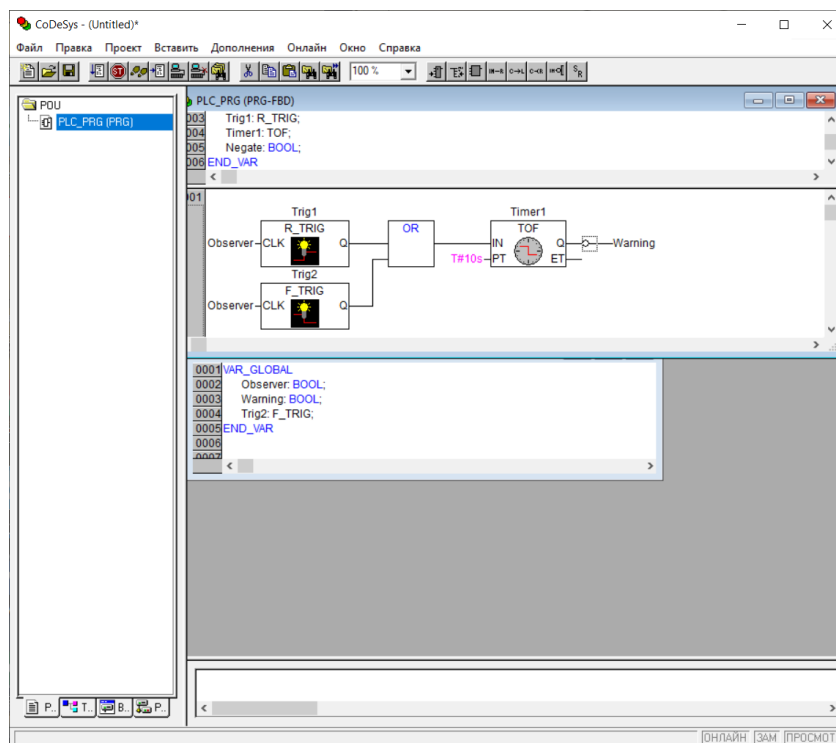

Рисунок 7 – Окно CoDeSys
7. Выделяем выход Q таймера Timer1 и в контекстном меню даём команду Assign (присвоить). Заменяем вопросы на имя переменной Warning. В диалоге определения задаем класс Class VAR\_GLOBAL и тип BOOL (рисунок 7).